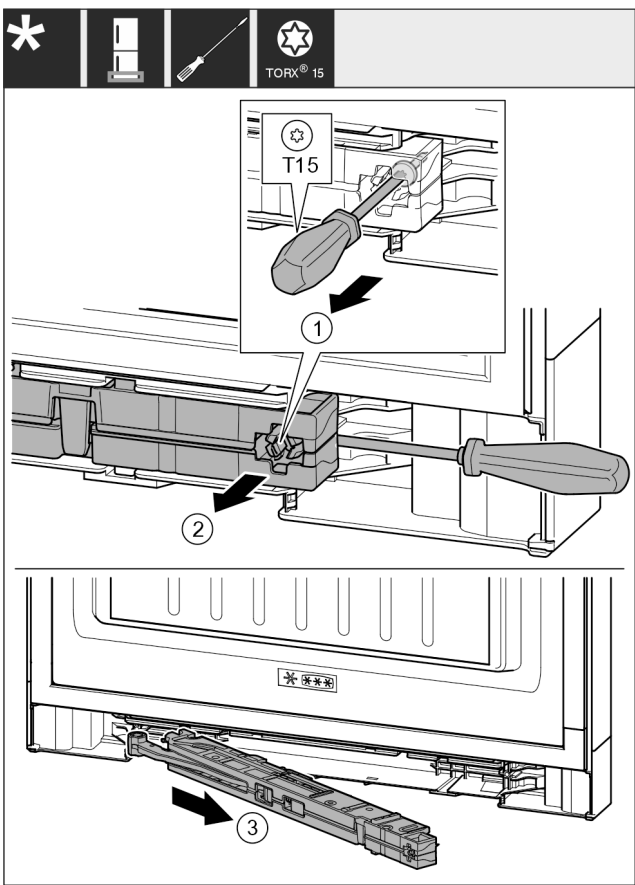

Fig. 19
- Oldja ki a csavart Fig. 19 (1) a záráscsillapító egységen 14 mm méretű csavarhúzóval.
- Emelje ki a záráscsillapító egységet Fig. 19 (2) a fogantyú felőli oldalon csavarhúzó segítségével felfelé.
- Húzza ki a záráscsillapító egységet Fig. 19 (3).